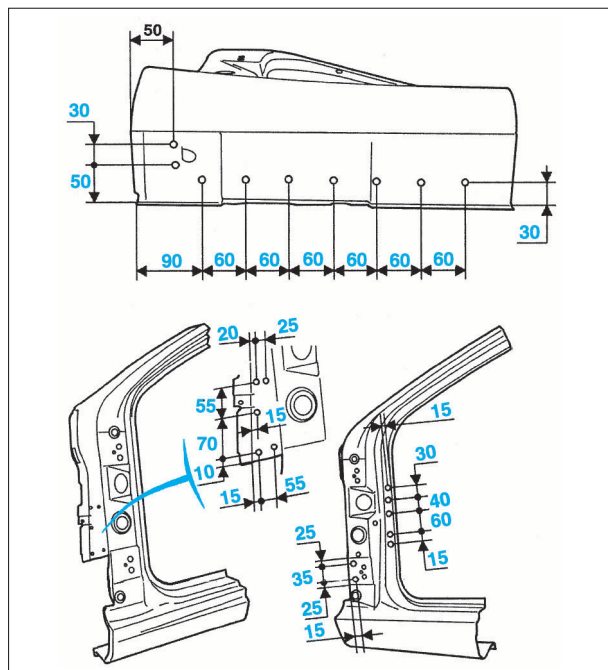

FIG. 46
- Percer à 6,5 mm pour le soudage par bouchonnage (Fig.46).